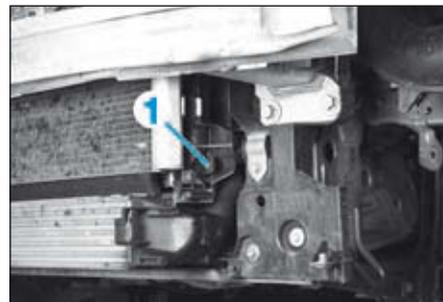

FIG.19
- Ouvrir le bouchon de vidange (1) du circuit de refroidissement sur le radiateur de refroidissement (Fig.19).
- Fermer le bouchon de vidange (1) du radiateur de refroidissement.